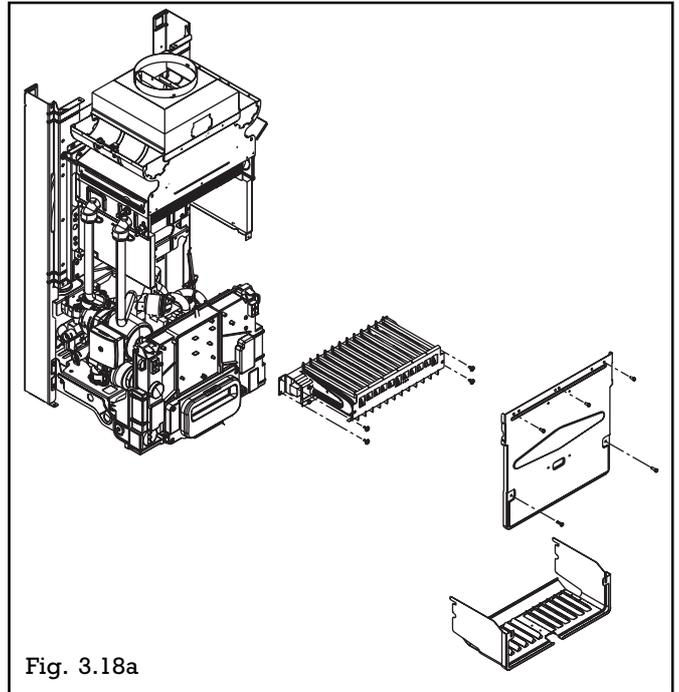

Fig. 3.18a
- Déposer le cache tuyauterie, l'habillage et la face avant et le dessous de chambre de combustion (fig.3.18a)